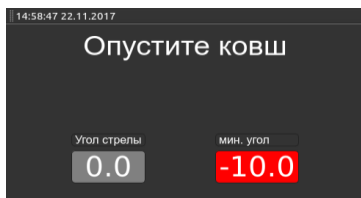

Рисунок 4. Опустите ковш
3. если ковш находится выше точки начала взвешивания, то на экране появится сообщение «Опустите ковш» (рис.4);